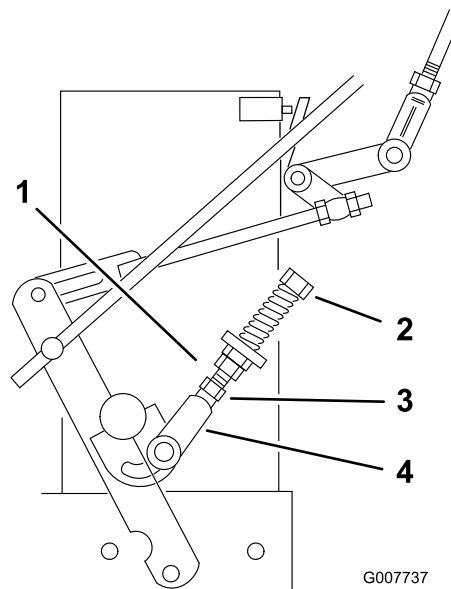

Figura 32
9. Se la ruota gira mentre la leva della trazione è trattenuta in posizione di folle, è necessario regolare il tirante del comando di folle (Figura 32). Se la ruota si ferma passate al punto 12.
10. Allentate il dado contro la forcella del tirante del comando di folle (Figura 32).
11. Regolate il tirante del comando di folle finché la corrispondente ruota motrice non si ferma, quando la leva della trazione viene tirata contro la molla di folle (posizione folle) (Figura 32).
12. Girate il bullone di regolazione di circa 1/4 di giro in senso orario se la ruota gira all'indietro o di circa 1/4 di giro in senso antiorario se la ruota gira in avanti (Figura 32).